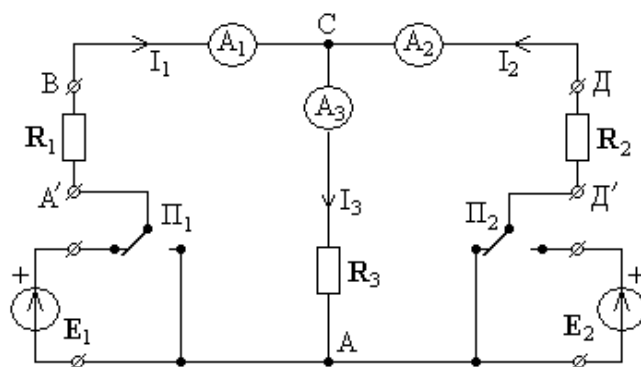

Рис.2. Принципиальная электрическая схема лабораторного макета.
Принципиальная электрическая схема лабораторной работы представлена на рис.2.
1) Собрать цепь, изображенную на рис.2, установить значения напряжений источников э.д.с.  $E_1=5\text{В}$  и  $E_2=10\text{В}$ .
2) Измерить токи в ветвях цепи (рис.2.) используя встроенные в макет миллиамперметры для следующих режимов включения источников э.д.с.:
1) Рассчитать токи в ветвях цепи (рис.2), для режимов, когда источники э.д.с.  $E_1$  и  $E_2$  включены в отдельности, воспользовавшись методом расчета токов и напряжений в параллельно-последовательных цепях. Номинальные величины сопротивлений равны  $R_1=330\text{ Ом}$ ,  $R_2=130\text{ Ом}$ ,  $R_3=110\text{ Ом}$ . Результаты вычислений занести в табл.1.